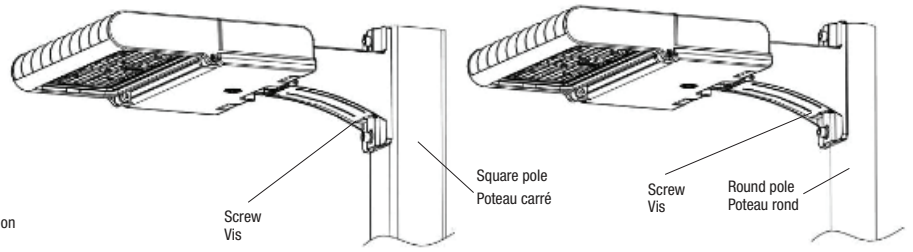

Fig. 3E
9. Pousser les fils à l'intérieur du compartiment de câblage du bras à angle droit. Fermer la porte d'accès du compartiment de câblage en utilisant la vis (Fig. 3E).